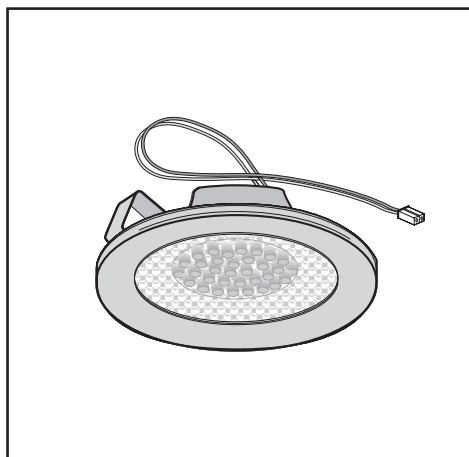

Fig.7
• Remplacement des lampes à LED (Fig.7):